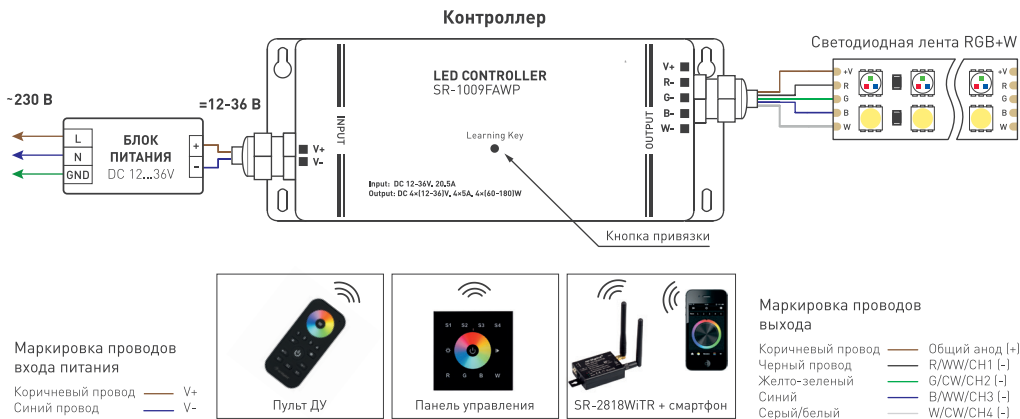

Рисунок 1. Общая схема подключения контроллера.
- 3.3. Подключите светодиодную ленту или другой светодиодный источник света к выходу OUTPUT контроллера, соблюдая полярность и цветовую маркировку проводов (Рис. 1).
- 3.4. Подключите провода входа питания INPUT контроллера к выходу блока питания, соблюдая полярность и цветовую маркировку проводов (Рис. 1).